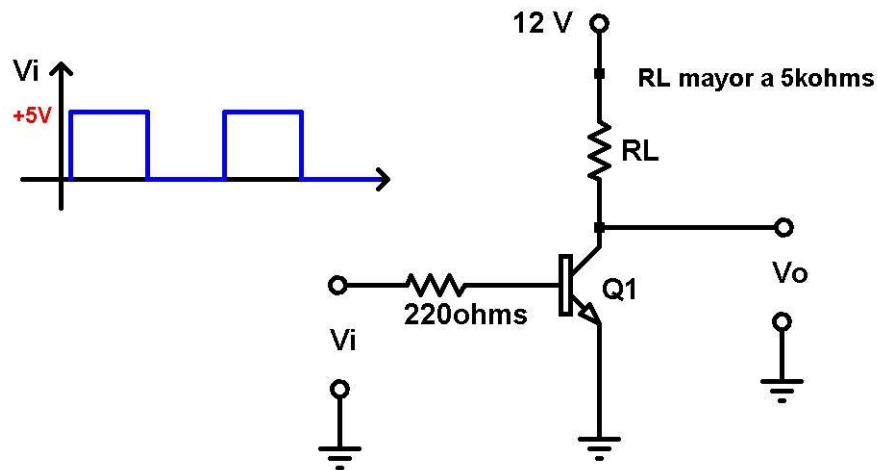

Fig. 17.- Circuito para analizar la conmutación en un transistor.
3. Armar el circuito de la Fig. 17, para la señal de entrada cuadrada de 5V y frecuencia de 500Hz, analizar con el osciloscopio el voltaje de salida y voltaje de entrada.